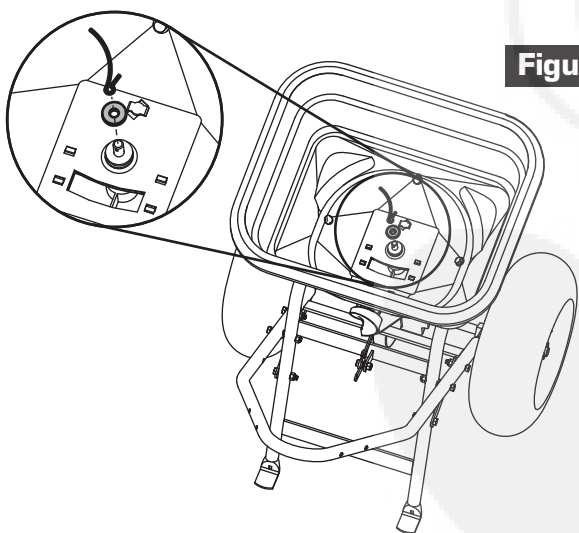

Figure 7
7. À l'intérieur de la trémie, placez la rondelle de feutre et le fil agitateur sur l'axe du disque, comme illustré dans la figure 7.
REMARQUE : Repérez l'orientation et le passage du fil agitateur (illustré dans la figure 7).